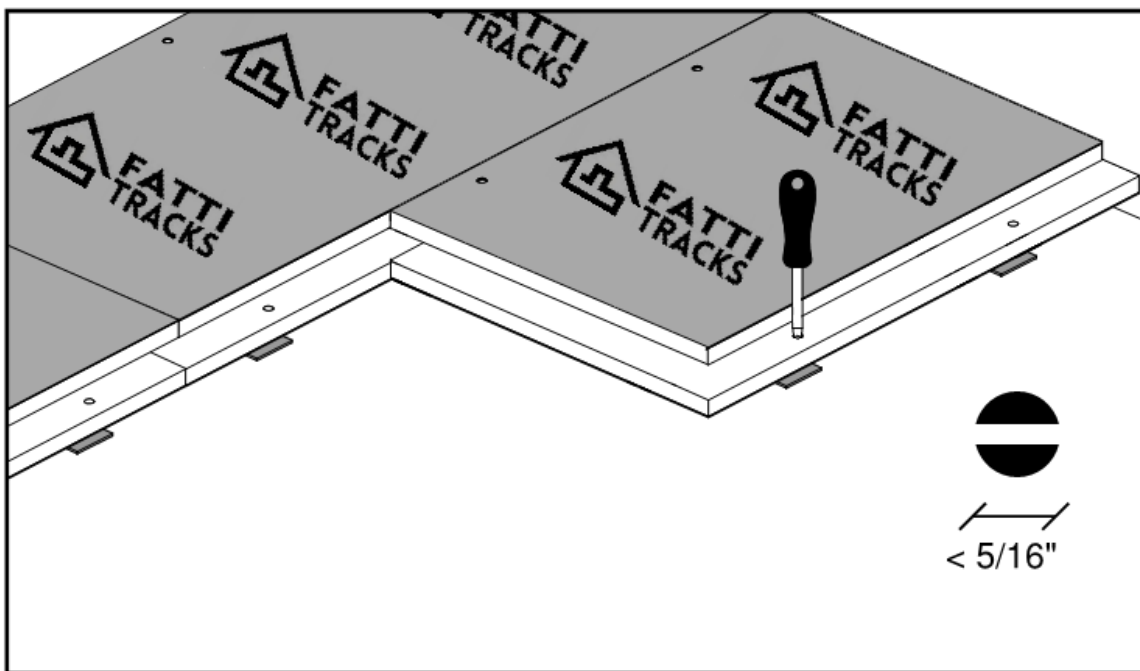

Fig. 3
- Pour hausser ou niveler le sous-plancher, utilisez un niveau ou une rame et ajustez manuellement la hauteur des pieds niveleurs sous les panneaux. Une autre façon de faire est d'utiliser un petit tournevis à lame plate depuis le dessus des panneaux (voir fig. 3).